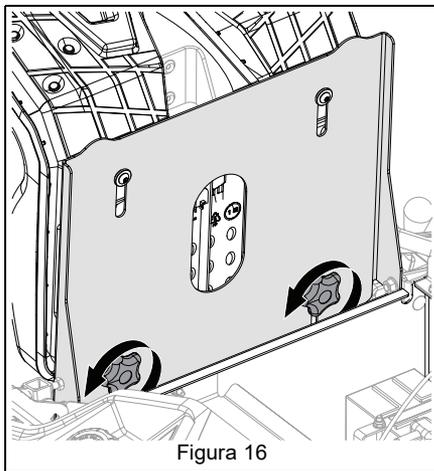

Figura 16
2. Afloje las dos palomillas situadas en la parte delantera de la placa de asiento. Consulte Figura 16.